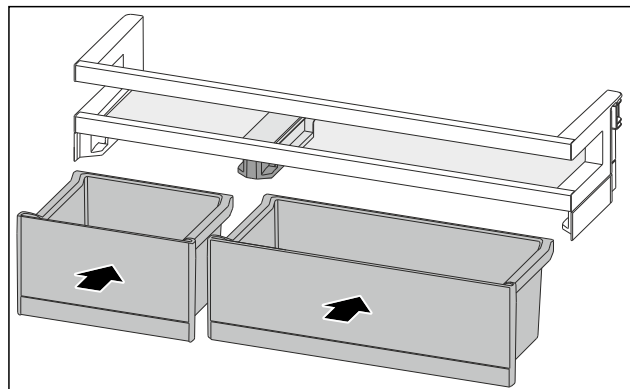

Fig. 117
- ▶ Pange VarioBoxid vahetatud paigutuses sisse. (vt. Fig. 117)